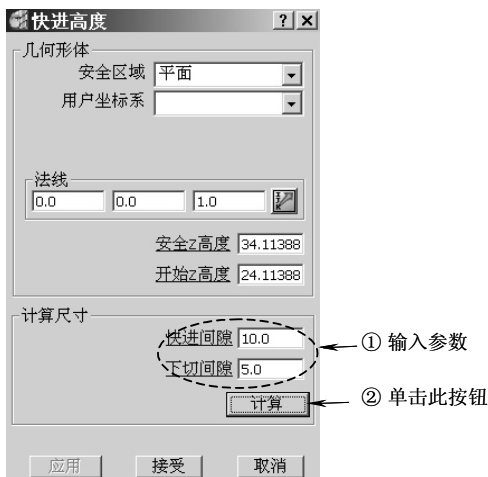

图 5-57 设置快进高度参数
3) 设置快进高度：在 PowerMILL 综合工具栏中单击快进高度按钮，打开“快进高度”表格，按图 5-57 所示设置快进高度参数，完成后单击“接受”按钮退出。